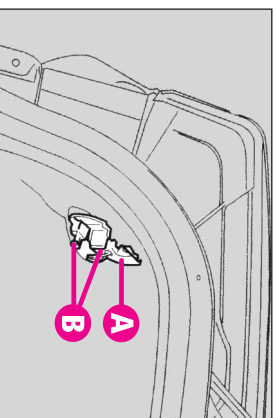

fig.44
-trageți în afară unitatea de iluminare (A-fig.44) desfăcând clipsurile de fixare (B-fig. 44).
-Puneți la loc unitatea de iluminare pe caroserie cu ajutorul clipsurilor (B-fig.44).